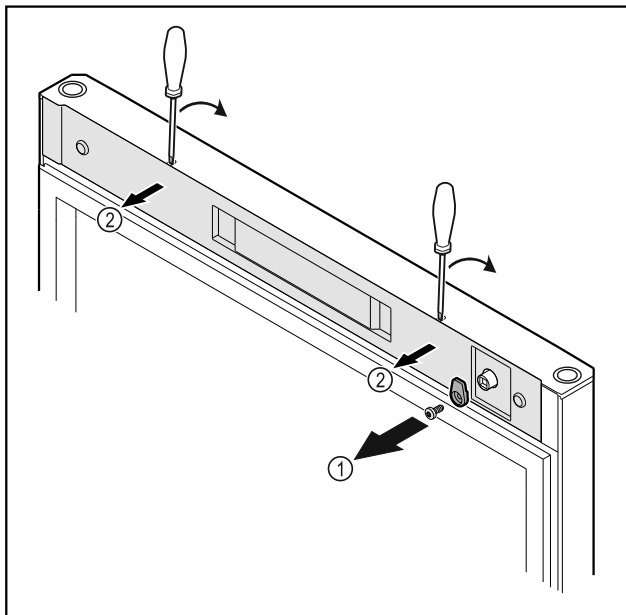

Fig. 53
- ▶ Svitare i ganci di chiusura Fig. 53 (1).
- ▶ Disinnestare la copertura Fig. 53 (2) con l'ausilio di un piccolo cacciavite e rimuoverla.